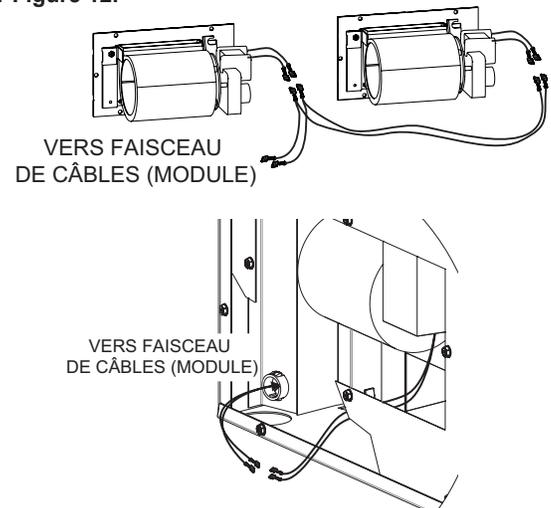

Figure 12
7. Retirer les connecteurs de protection sur le câblage du foyer et les jeter. Raccorder le faisceau de câbles aux deux soufflantes et l'autre extrémité à l'ensemble de câblage fourni avec le foyer. Voir Figure 12.